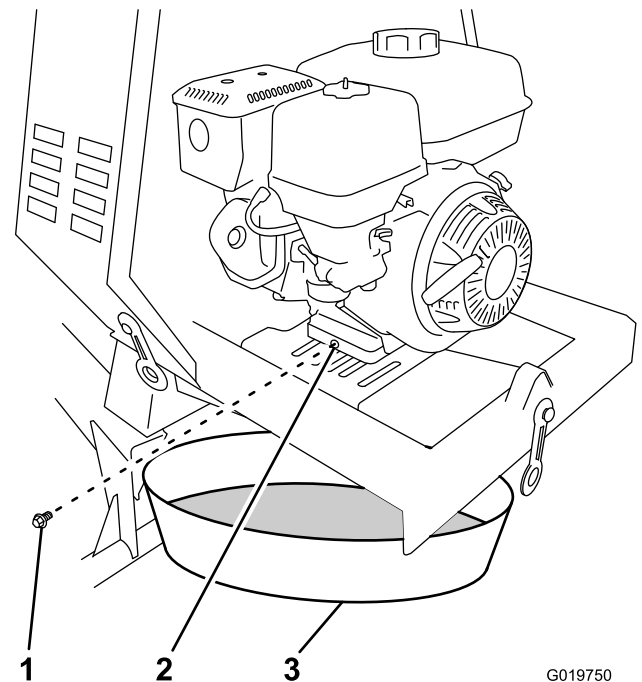

Figura 34
3. Coloque un recipiente debajo del orificio de vaciado de aceite del motor (Figura 34).
4. Retire el tapón de vaciado y recoja el aceite en el recipiente (Figura 34).
5. Cuando se haya drenado completamente el aceite, coloque el tapón de vaciado con una arandela nueva (Figura 34).